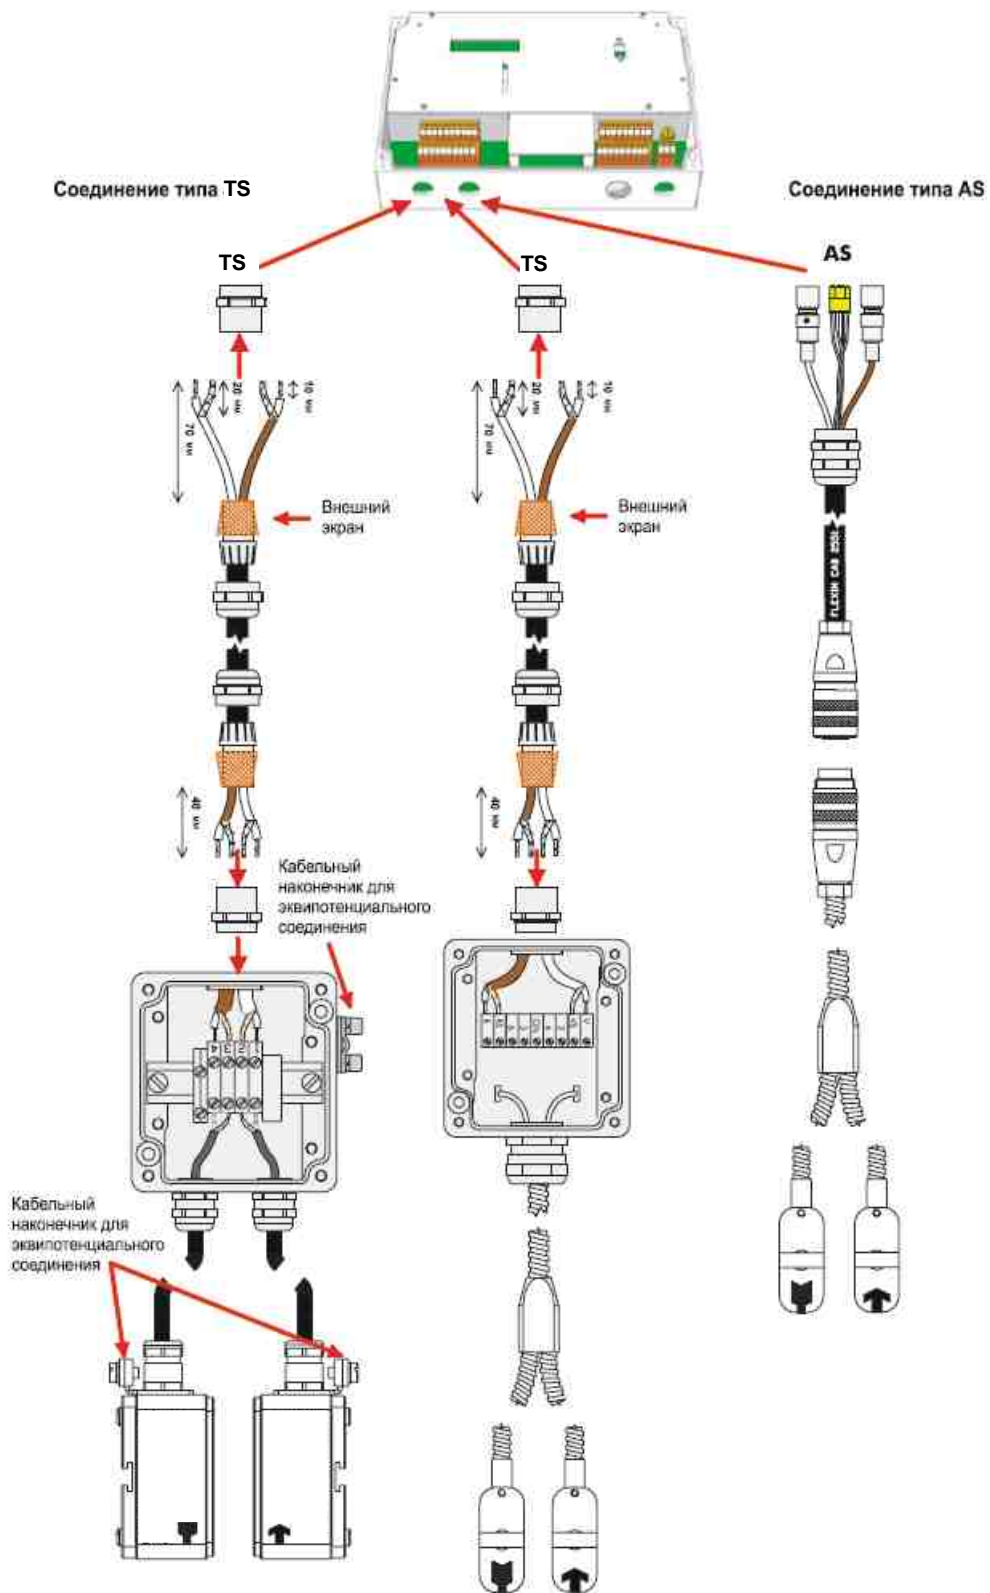

Рис.7.2. Подключение датчиков
- Подготовить соединительный кабель, как показано на рис. 7.2.
- Подключить выводы к клеммам соединительной коробки, как показано на рис. 7.2.